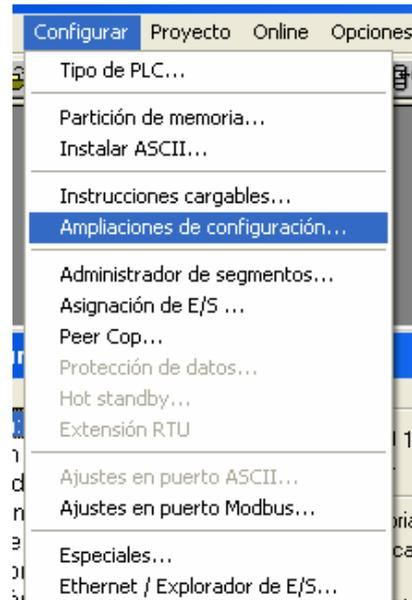

Figura 3.18. Menú Configurar Ampliaciones de configuración...
- 1 Como muestra la figura 3.18, seleccionar Ampliaciones de configuración. en el menú Configurar o hacer doble clic en la zona de la pantalla Ampliaciones de configuración.**